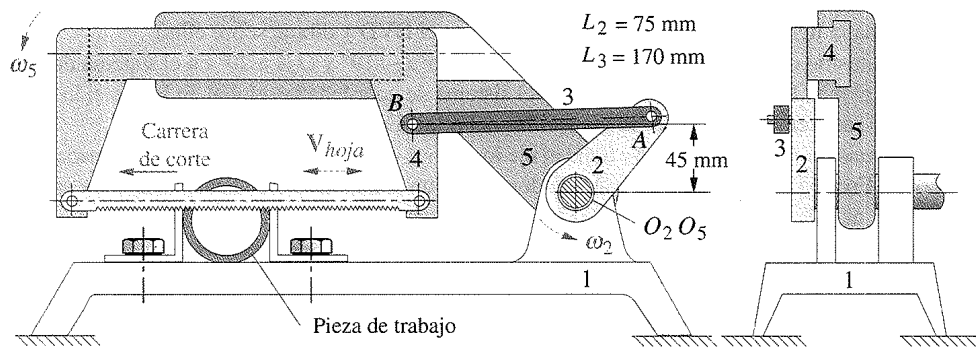

FIGURA P6-15 Problema 6-52 Sierra mecánica Adaptado de P. H. Hill y W. P. Rule (1960). Mechanisms: Analysis and Design, con permiso
*†6-52 La figura P6-15 muestra una sierra eléctrica, utilizada para cortar metal. El eslabón 5 pivotea en O_5 y su peso hace que la hoja de la sierra se ponga en contacto con la pieza de trabajo mientras el mecanismo mueve la hoja (eslabón 4) hacia delante y hacia atrás sobre el eslabón 5 para cortar la pieza. Es un mecanismo de manivela-corredera descentrado con las dimensiones mostradas en la figura. Dibuje un diagrama de mecanismo equivalente; en seguida calcule y grafique la velocidad de la sierra con respecto a la pieza que se corta en una revolución de la manivela a 50 rpm.